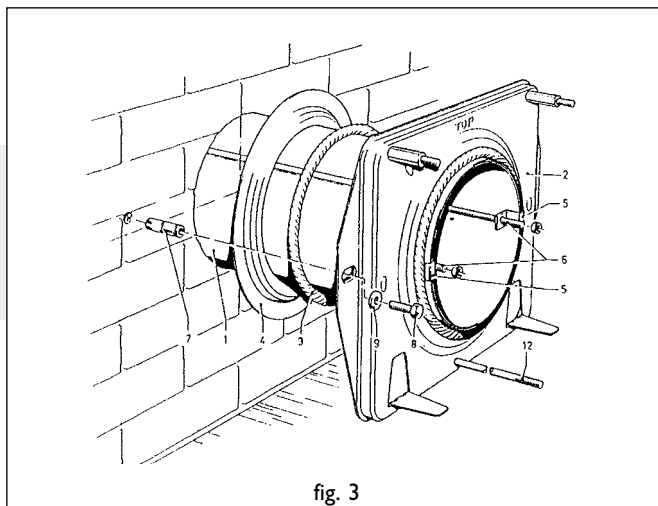

fig. 3
Installazione del condotto standard attraverso il muro (fig. 3)
Installazione del condotto attraverso il muro esterno con tubo telescopico d'immissione (fig. 3)
Fissaggio della piastra di montaggio (fig. 3)
- Sostituire anche il tassello ad espansione (8) (fig 3) con, ad esempio, una vite a legno.
- Dalla parte della stanza posizionare la piastra d'irraggiamento (14) tra la piastra di montaggio (2) e il muro.
- Fissare alla parte esterna del muro con 4 viti (16) la piastra in Silumin (15).